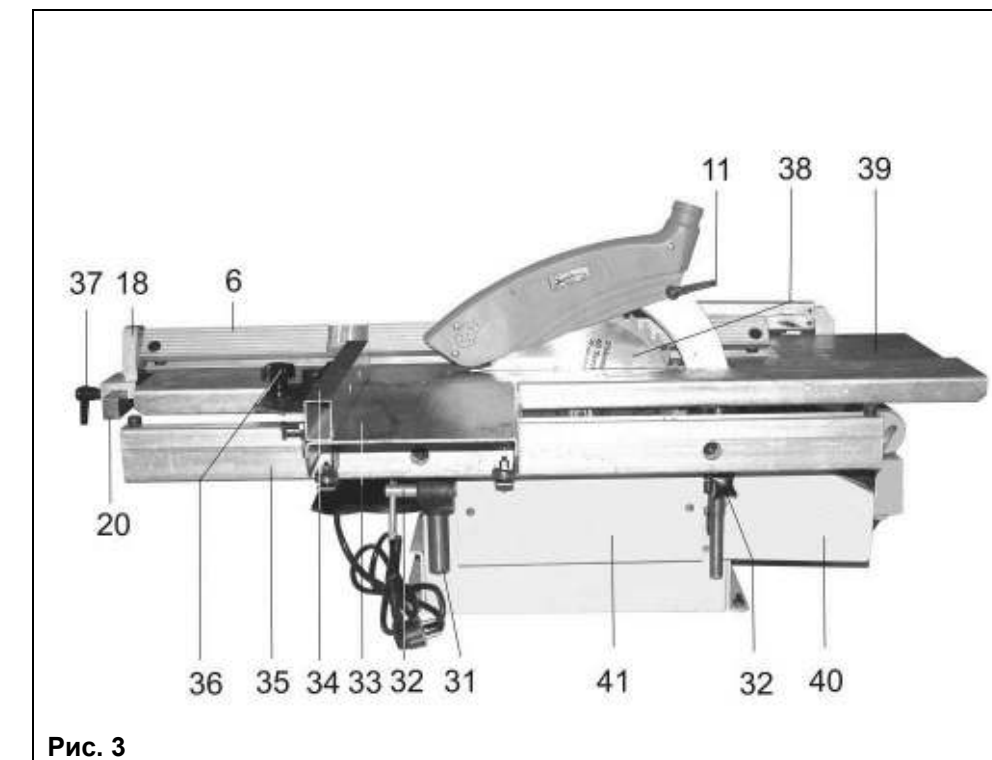

Рис. 3
8.2.1. Как показано на Рис. 3, 4, ослабьте положение двух винтов фиксации (32), демонтируйте (поднимите вверх) пильный рабочий стол (39), снимите защитный кожух (41). Установите и закрепите защитный кожух (41).